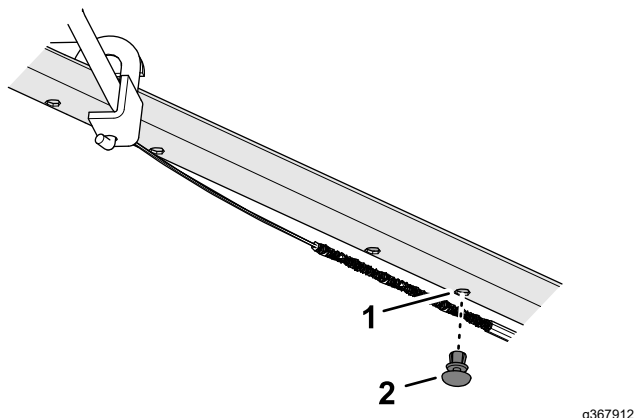

Bild 12
1. Setzen Sie den Einsteckverschluss in das Loch in dem oberen Führungsholm ein, wie in Bild 12 dargestellt.